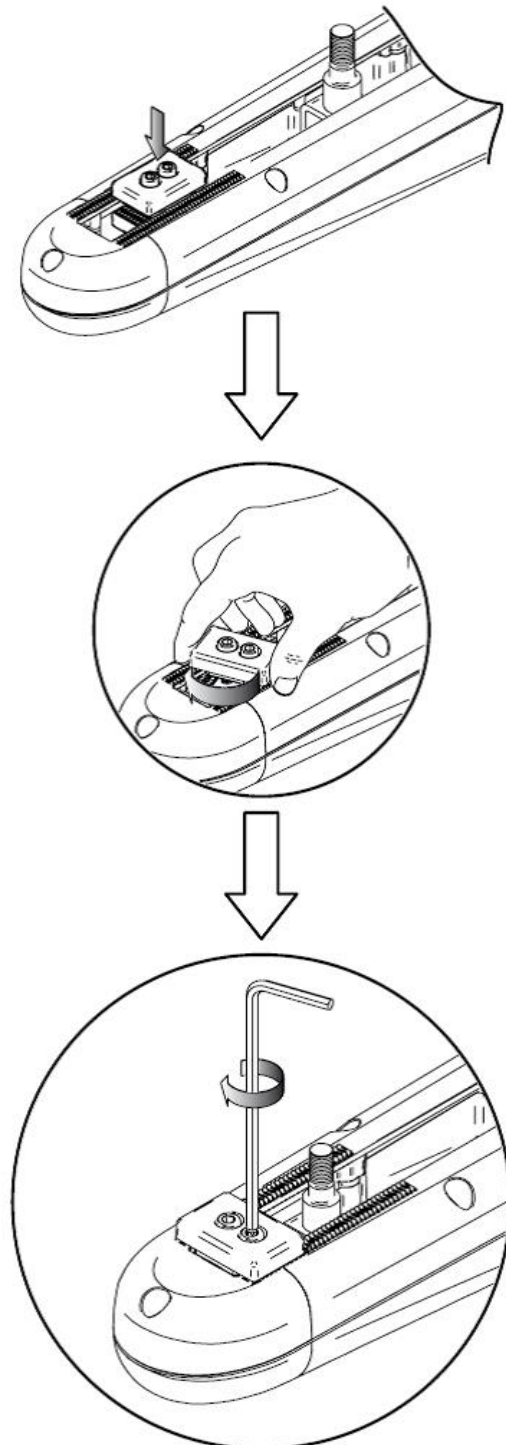

Rys. 17
11. Po zamocowaniu centralki wyjmujemy z opakowania siłowniki. Przed przystąpieniem do mocowania siłowniki należy wysprzężyć (aby trzpień można było przesunąć po śrubie ślimakowej wewnątrz siłownika). W tym celu otwieramy kłapkę zabezpieczającą, wkładamy kluczyk (załączony w zestawie) i obracamy go o $\frac{1}{2}$ obrotu (Rys. 17).